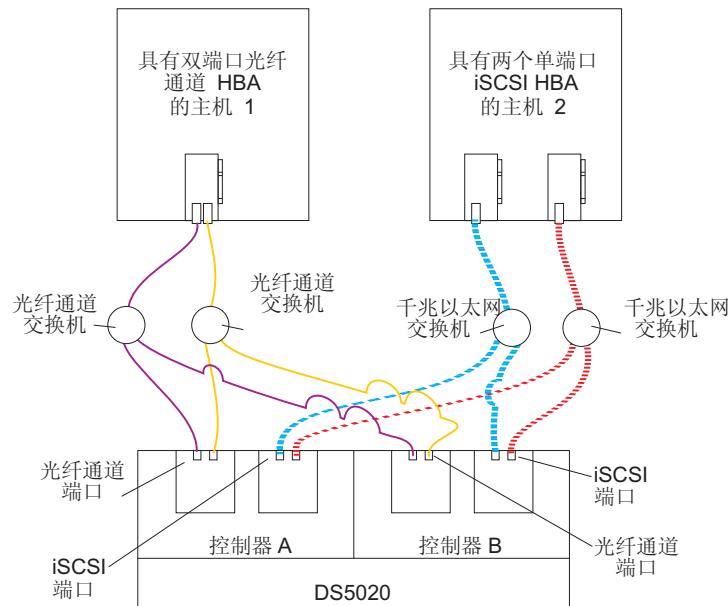

图 65. 多主机、多端口、多交换机配置的示例
- 多主机、多端口、多交换机配置，如第 87 页的图 65 中所示
第 87 页的图 65 显示了多主机、多端口、多交换机配置的示例。